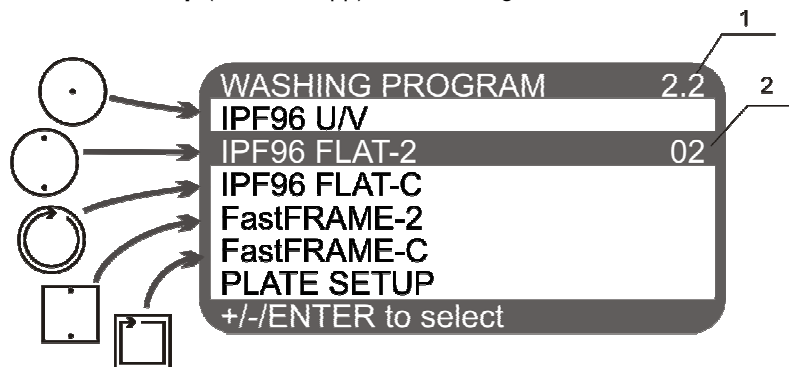
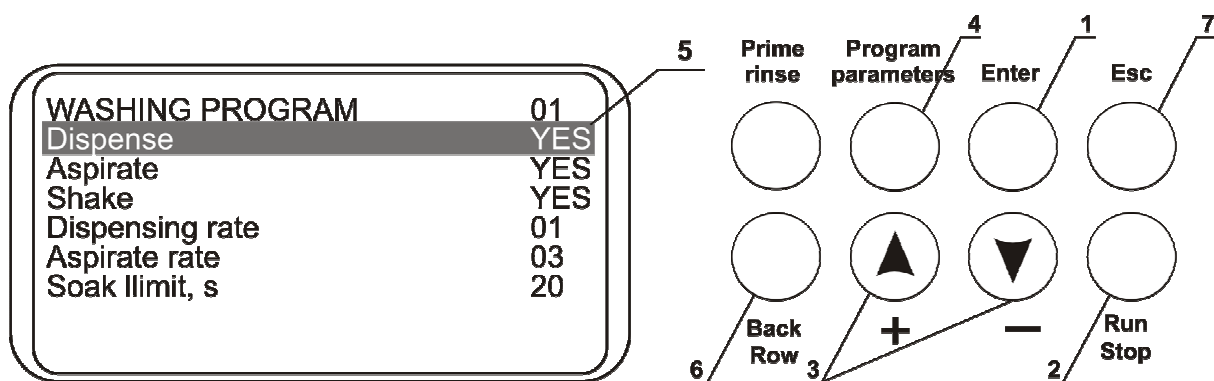

Abb. 4. Programmauswahl
Abb. 5 Steuerung
4.2. Die Anfangsparameter aller Programme sind in Tabelle 1 angegeben. Alle Werte sind einstellbar. Der Umfang der Programmparameter ist in Tabelle 2 angegeben. Alle Programme sind in 5 Kategorien von 10 einstellbaren Programmen unterteilt. Jede Kategorie entspricht einer anderen Platten-Well-Konfiguration und dann einem Aspirationsmodus (Abb. 4).
4.4. Benutzen Sie die Taste **Enter** (Eingabe) (Abb. 5/1), um je nach Plattentyp die Kategorie auszuwählen. Benutzen Sie die Tasten **+** und **-** (Abb. 5/3), um das gewünschte Waschprogramm von 1 bis 10 auszuwählen. Programmkategorie und -nummer werden auf dem Display in der Ecke oben rechts angezeigt (Abb. 4/1).
4.5. Drücken Sie die Tasten **Program Parameters** (Programmparameter)(Abb. 5/4) , um die Programmparameter anzusehen. Im Programm ist der erste Parameter ausgewählt (Dispension...ja/nein, Abb. 5/5).
- 4.8. Durch Drücken der Taste **Back row** (Hintere Reihe) (Abb. 5/6) kehren Sie zum vorherigen Programmparameter zurück.
- 4.10. Drücken Sie die Taste **Esc** (Abbrechen) (Abb. 5/7), um die Parameteransicht zu verlassen und den Modus zu wechseln, ohne das Programm zu speichern.